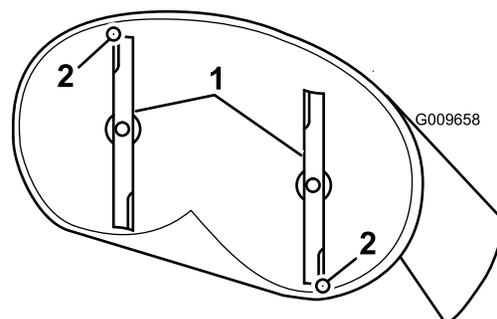

Figure 53
- Faites pivoter les lames avec précaution pour faire passer les pointes avant à l'arrière (Figure 53).
- Mesurez la distance entre la pointe de la lame avant et la pointe de la lame arrière par rapport à la surface plane (Figure 53).
9. Une fois le réglage effectué, vérifiez à nouveau l'inclinaison avant/arrière des lames; continuez d'ajuster l'écrou jusqu'à ce que la pointe avant de la lame soit de 1,6 à 8 mm (1/16 à 5/16 po) plus bas de la pointe arrière (Figure 53).